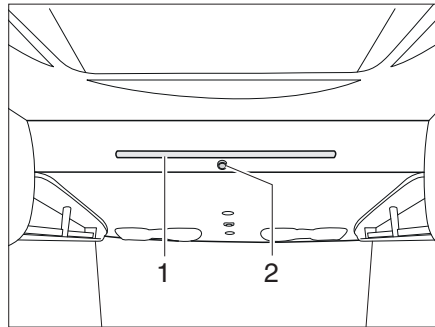

Bild 127 Hubbett manuell
- Den Verriegelungsknopf (Bild 127,2) ziehen, um das Hubbett zu entriegeln.
- Das Hubbett mit beiden Händen an der Griffstange (Bild 127,1) in einem Bogen nach unten ziehen, bis es hörbar einrastet.
- Die Aufstiegsleiter mit den beiden Bügeln in die Griffstange (Bild 127,1) am Hubbett einhängen.